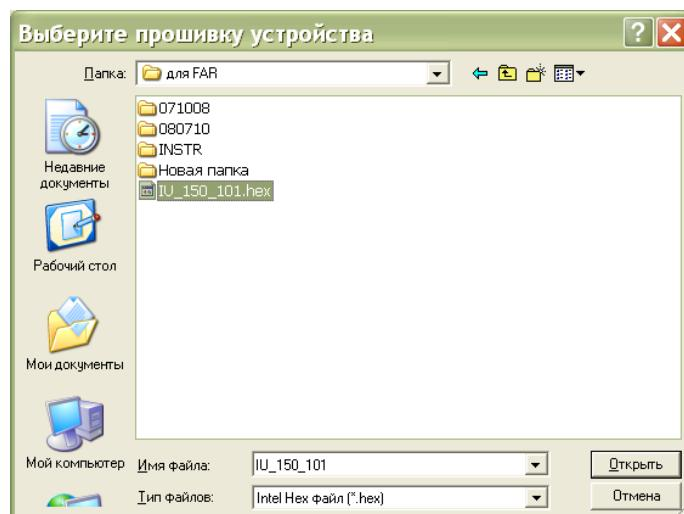

Рисунок 15
6) Затем в открывшемся окне выбрать файл программы, которую требуется записать в БПДД-САН (рисунок 15).